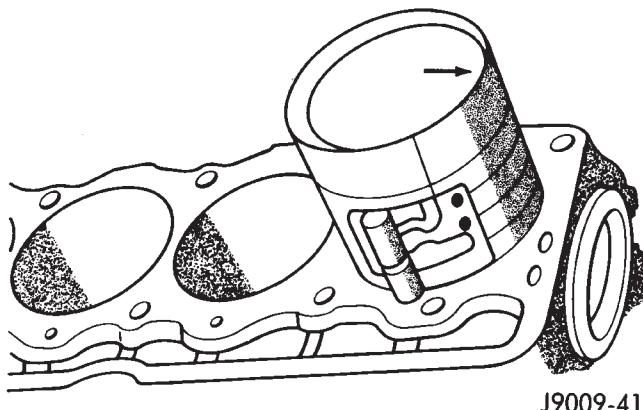

Fig. 65 Instalación del conjunto de biela y pistón
(1) Limpie a fondo los huecos de los cilindros. Con un paño limpio y sin hilos, aplique en los huecos una ligera película de aceite de motor limpio.
(2) Instale los aros de pistón en los pistones, si los hubiera retirado.
(3) Lubrique el pistón y los aros con aceite de motor limpio.
(4) Con un compresor de aro de pistón instale los conjuntos de biela y pistón por la parte superior de los huecos de los cilindros (Fig. 65).
(5) Asegúrese de que la flecha situada en la parte superior del pistón se oriente hacia el frente del motor (Fig. 65).